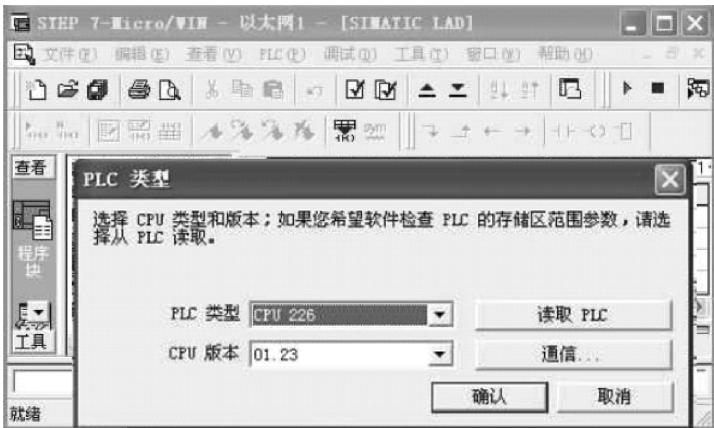

图 7-37 设置 CPU 类型
1) 首先使用 STEP 7-Micro/WIN V4.0 建立一个新项目“以太网 1”，设置 CPU 类型，如果在联机状态可以读取 CPU 类型，如图 7-37 所示。